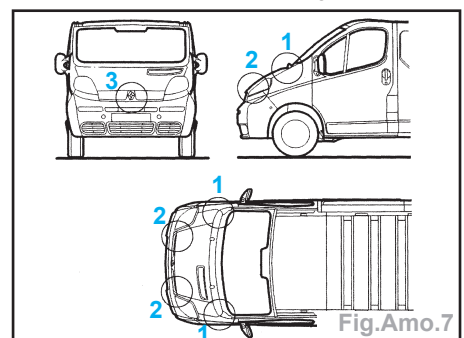

Fig.Amo.7
- 1 Capot-Aile (partie haute) (Fig.Amo.7 et 8) :